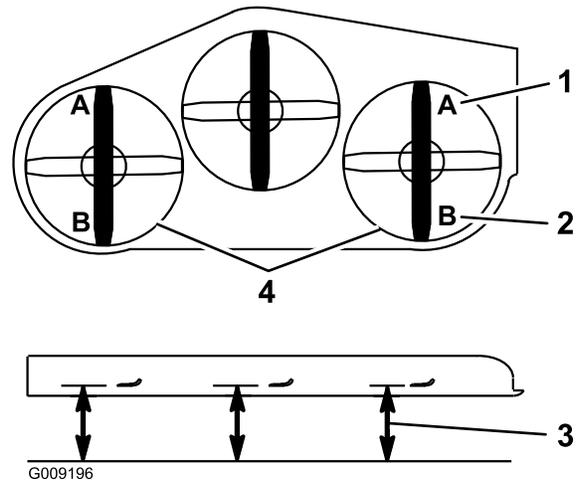

Figura 93
16. En ambos lados de la carcasa, mida desde la superficie nivelada hasta la punta trasera de la cuchilla (Posición B). La medida debe ser de 8,3 cm (3-1/4 pulg.) (Figura 93).